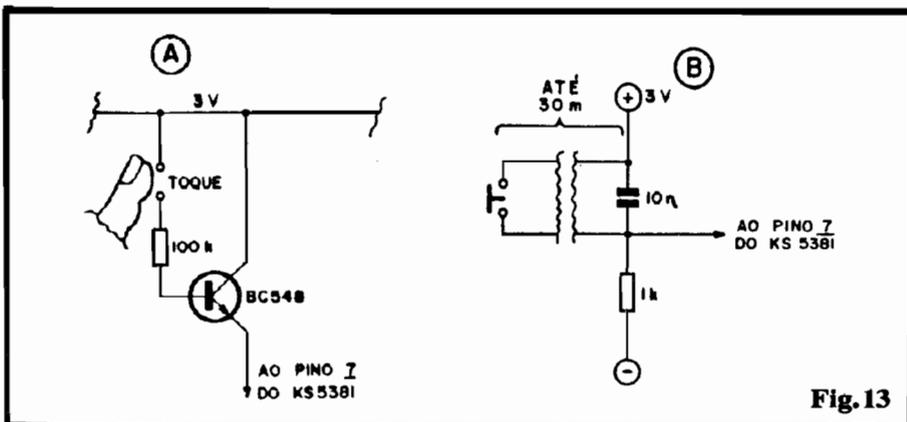

Fig.13
- **FIG. 13** - DUAS POSSIBILIDADES OPCIONAIS DE CONTROLE PARA O MK2 - A configuração de "uma música de cada vez", para o MK2 (disposição básica na fig. 11) pode receber uma sofisticação representada pelo acionamento por toque (sem interruptor mecânico), simplesmente anexando o módulo descrito em 13-A (um BC548 e um resistor de 100K). O conjunto promove a "positivação" do pino 7 do KS5381 toda vez que os contatos são tocados pelo dedo do operador... Observar que - por uma questão de polarização e de compensação à natural "queda de voltagem" no próprio transistor, convém manter a Tensão geral de alimentação em 3V, nessa opção. Outra possibilidade: em algumas aplicações (eventualmente as que recebam amplificação de Potência na saída, conforme sugeriremos adiante...) pode ser conveniente o disparo remoto (distante) da melodia... Se for simplesmente "puxado" um par de fios finos e um interruptor distante, o limite situa-se em torno de 1 ou 2 metros, pois comprimentos maiores poderão induzir interferências, zumbidos sobrepostos às melodias, etc. (além de eventuais disparos "falsos", ocasionados por transientes eletro-magnéticos captados pela longa fiação...). Um jeito